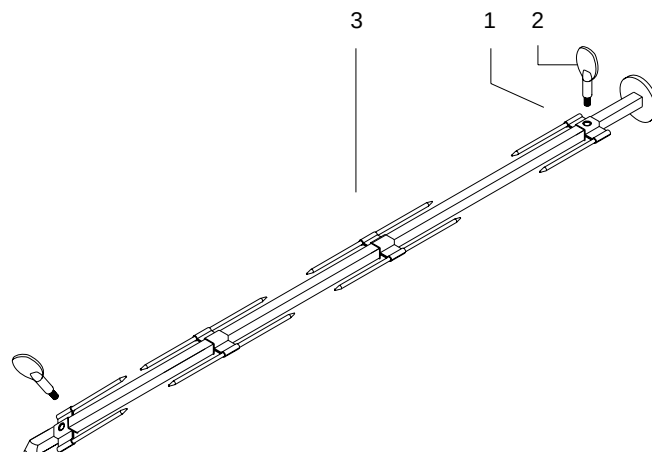

Fig.5
- Posizionare lo spillo semplice (1) sullo spiedo (3) fino a raggiungere lo stop e fissare con la vite (2) Fig.5